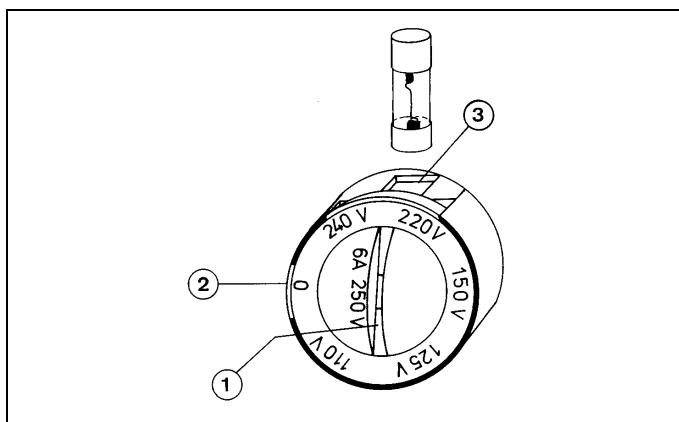

Fig. 5
#### 4 Austausch der Sicherung ( s. Fig. 5)
Zum Austausch der Primärsicherung (erforderlich bei defekter Sicherung und zur Anpassung an 115 V~) Geldstück in Schlitz ① des Spannungswählers und Sicherungshalters stecken und so drehen, bis sich die "0", wie in Fig. 5 neben der weißen Markierung ② befindet; die in dieser Stellung aus der Öffnung ③ federnd herausgedrückte Schmelzsicherung mit der Hand abfangen; neue Sicherung in Öffnung schieben und mit einem spitzen Gegenstand (z.B. Kugelschreiber, Schraubenzieher) unter gleichzeitiger Drehung des Geldstücks in Schlitz ① nach unten drücken.
#### 4 Replacing the fuse (Fig. 5)
To exchange the primary fuse, (required when a fuse blows or when converting to 115 V AC) put a coin into slot ① of the voltage selector and fuse holder and turn it until the white mark ② is next to position "0" as shown in Fig. 5. Catch the fuse in your hand as it is pushed out of opening ③ by the spring. Insert the new fuse into opening ③ and press down by means of a pointed object (e.g. ball pen, screw-driver), at the same time turning and pressing down the coin in the slot ①.